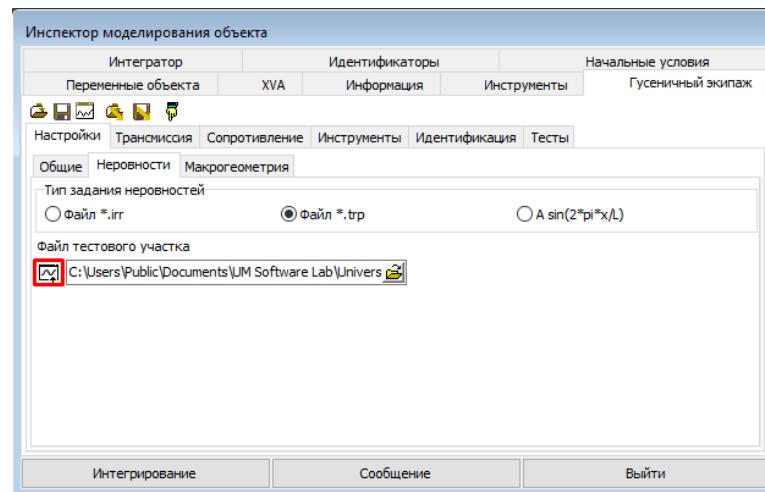
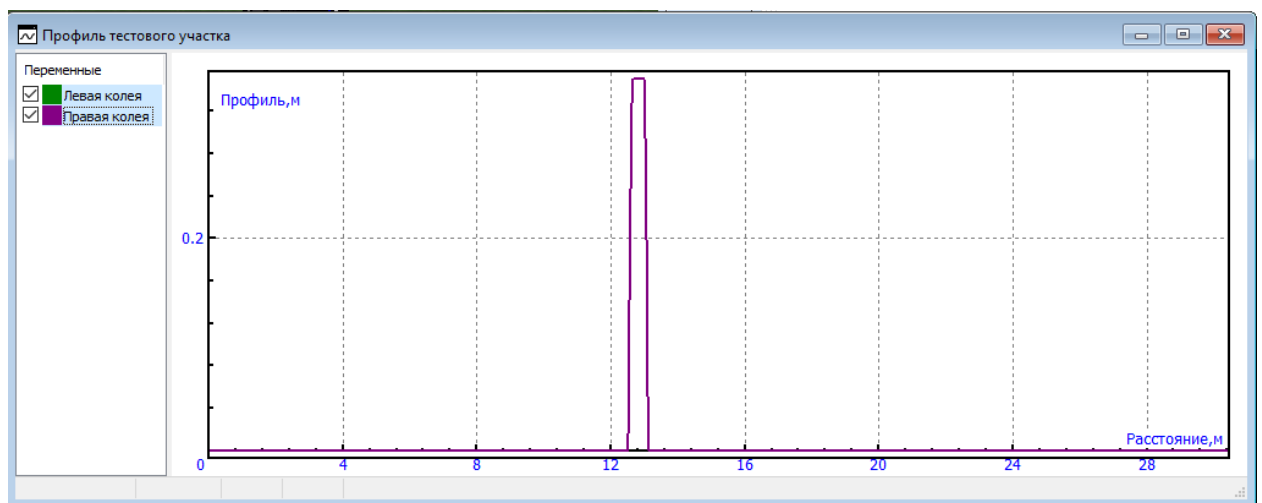

Рис. 23. Настройка неровностей
Рис. 24. Графики неровностей для левой и правой гусениц
3. В окне **инспектора моделирования объекта** перейдите на вкладку **Гусеничный экипаж | Настройки | Неровности**. Неровности заданы через текстовый файл **Файл*.trp** (рис. 23) Посмотреть на график неровности можно нажав кнопку **Показать**  (рис. 23, рис. 24). Окно с профилем тестового участка можно закрыть.